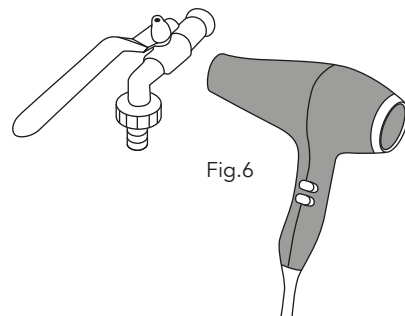

Fig.6
- Rubinetto tappato: se il rubinetto non viene svuotato bene potrebbe risultare necessario nella lavorazione successiva riscaldarlo con un asciugacapelli in modo aiutare la fusione della cera solidificata all'interno. (Fig.6)